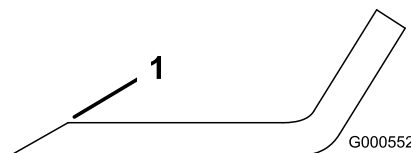
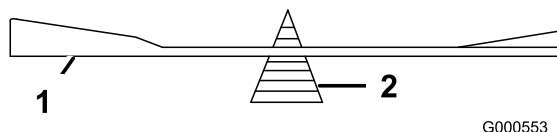

Figura 54
Figura 55
1. Utilice una lima para afilar el filo de corte en ambos extremos de la cuchilla (Figura 54). Mantenga el ángulo original. La cuchilla permanece equilibrada si se retira la misma cantidad de material de ambos bordes de corte.
2. Verifique el equilibrio de la cuchilla colocándola sobre un equilibrador de cuchillas (Figura 55). Si la cuchilla se mantiene horizontal, está equilibrada y puede utilizarse. Si la cuchilla no está equilibrada, rebaje algo el metal en la parte de la vela solamente con una lima (Figura 54). Repita este procedimiento hasta que la cuchilla esté equilibrada.